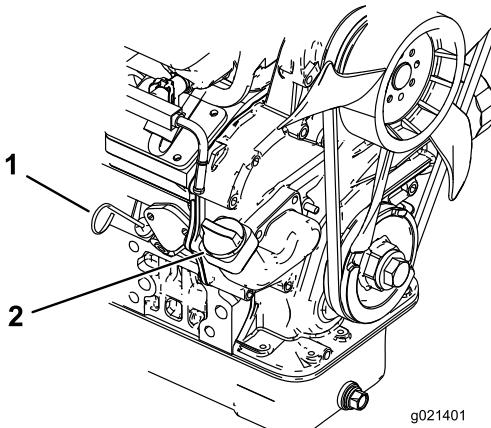

Figura 25
2. Retire la varilla (Figura 25) y límpiela con un paño limpio. Introduzca la varilla en el tubo, asegurándose de que entre a fondo. Retire la varilla y verifique el nivel de aceite.
- Si el nivel de aceite es bajo, retire el tapón de llenado (Figura 25) y añada suficiente aceite para elevar el nivel a la marca Full (lleno) de la varilla.